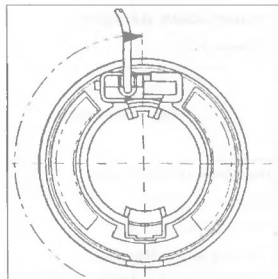

Рис. 7.21
- слегка поверните верхнюю часть детали по часовой стрелке и проверьте, чтобы поворотный контакт оказался в положении, изображенном на рис. 7.21;